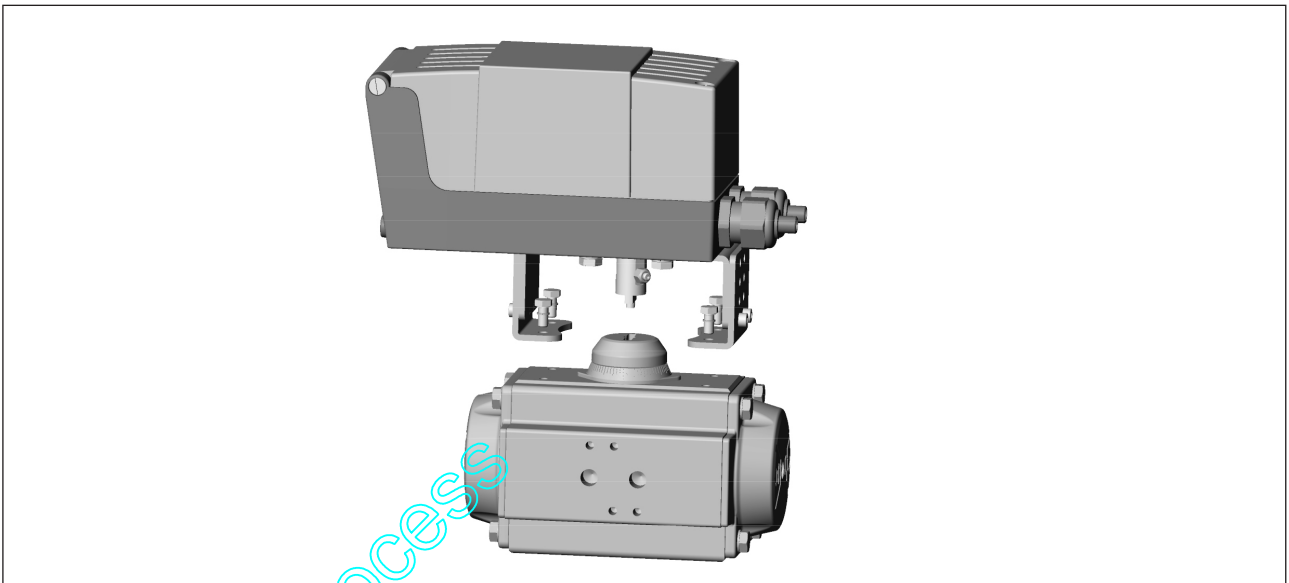

Figure 24 : Installation du SideControl sur l'actionneur pivotant
- Mettre en place le SideControl avec l'adaptateur de montage sur l'actionneur pivotant et le fixer avec 4 vis à tête hexagonale ⑥ (voir « Figure 24 »).